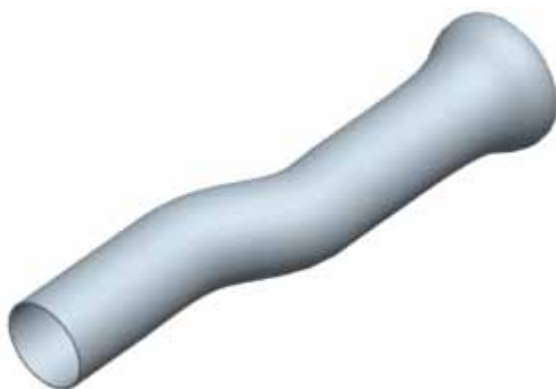

图 48-11
(9) 单击【确定】按钮，完成扫描特征的建立，结果如图 48-11 所示。